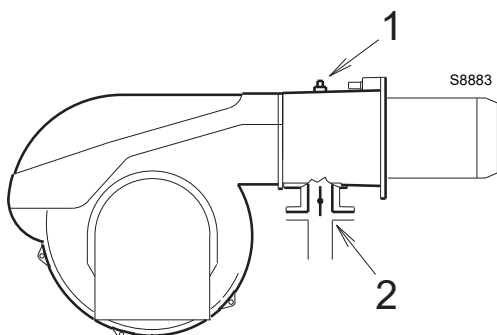

Fig. 23
Presión del gas en la toma 1)(Fig. 23), con:
- restar a la presión del gas en la toma 1)(Fig. 23) la presión en la cámara de combustión;
$$\begin{aligned} \text{Presión del gas en la toma 1)(Fig. 23)} &= 30 \text{ mbar} \\ \text{Presión en la cámara de combustión} &= 3 \text{ mbar} \\ 30 - 3 &= 27 \text{ mbar} \end{aligned}$$
En cambio, para conocer la presión del gas necesaria en la toma 1)(Fig. 23), una vez fijada la potencia máxima con la que se desea que funcione el quemador:
Leer a la derecha la presión en la toma 1)(Fig. 23).
presión necesaria para la toma 1)(Fig. 23).